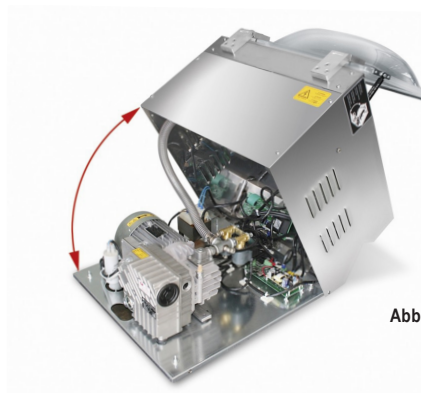

Abb. 7
- Klappen Sie das Gehäuse nach vorne (Abb. 7)
- Wenn der im Schauglas angezeigte Höchststand erreicht ist (etwa 3/4 des Schauglasstandes), ziehen Sie den Einfüllstutzen fest (Punkt 1, Abb. 8) und schließen Sie das Gehäuse (Abb. 7 - 6) mit den entsprechenden Schrauben.